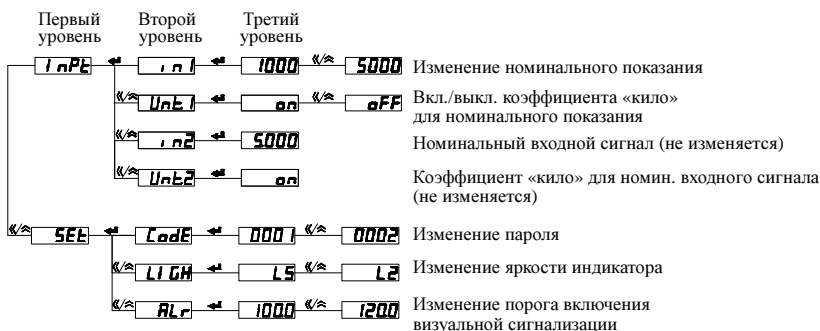

Рис. 4.12 – Структура меню программирования прибора PA194I-2X1T
1) На рис. 4.12 приведена структура меню программирования приборов модификации X (одноканальный вольтметр PZ194[5]U-2X1T, одноканальный амперметр PA194[5]I-2X1T, частотомер PD194F-2X1T).